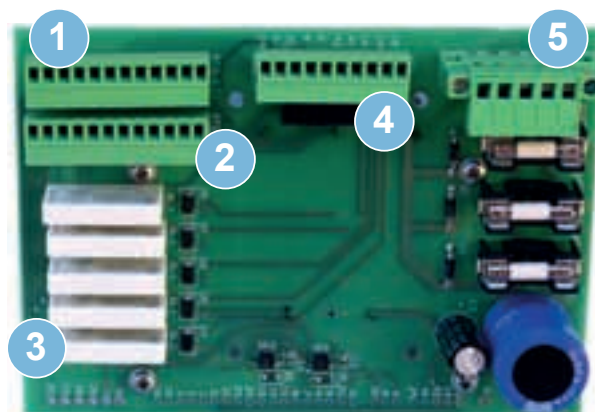

Рис. 1
- Плата питания и согласования (ППС) (рис. 1).
### Плата питания и согласования (ППС) (рис. 1)